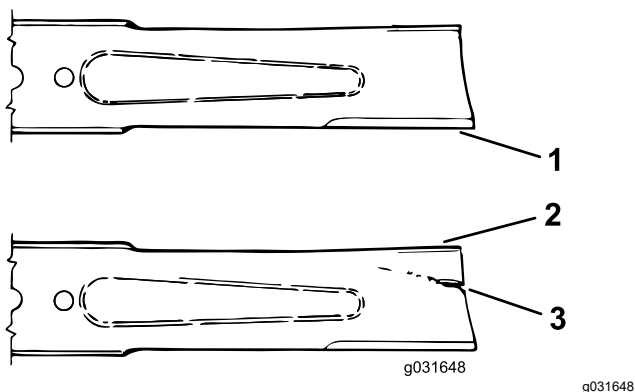

Figura 75
- Examine cuidadosamente los extremos de corte de la cuchilla, sobre todo en el punto de reunión entre la parte plana y la parte curva de la cuchilla (Figura 75).